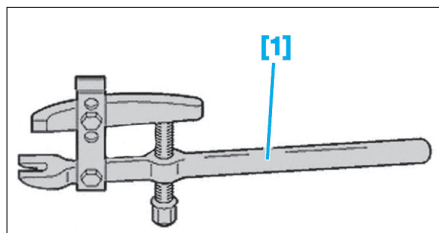

Fig. 8
- [1] Extracteur de rotule (réf. 0709) (Fig.8).